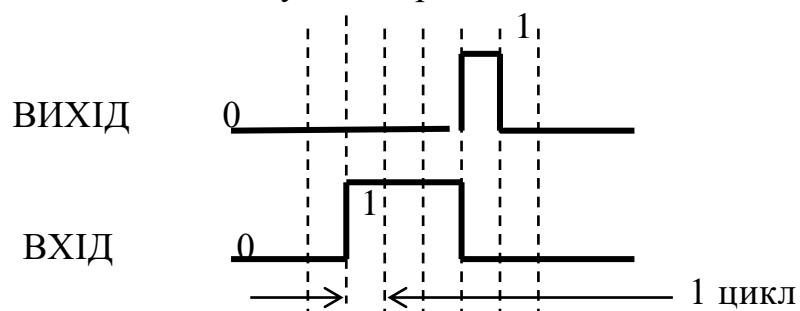

Рисунок 2.6.11 – Графік функції контакту "вихід негативний одновібратора"
- контакт “**вихід негативний одновібратора**” – цифровий вихідний контакт. Зв'язок між входом і виходом контакту згідно рис. 2.6.11: